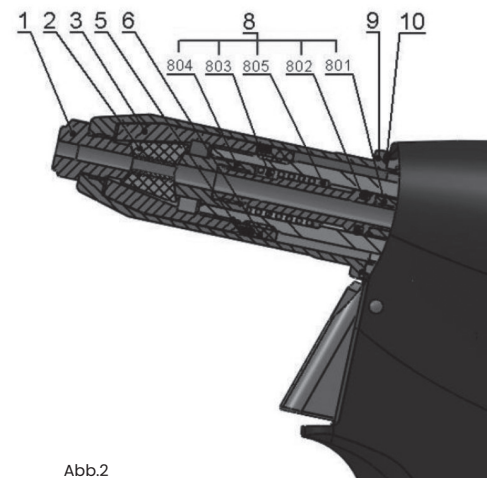
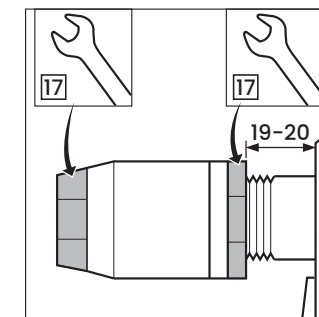

Abb.2
Abb.3
Trennen Sie das Setzgerät von der Druckluftquelle, schrauben Sie das vordere verstellbare Frontdüse /Abb.2 – Pos.9/ mit einem Schraubenschlüssel Nr. 23 ab, setzen Sie den Schlüssel Nr. 17 [15] auf die Spannhülse /Abb.2 – Pos.3/ und den Schlüssel Nr. 17 auf die HP - Mutter /Abb.2 – Pos.6/ und lösen Sie diese. Schrauben Sie die Spannhülse ab und tauschen Sie den Spannbacksatz Abb.2 – Pos.2/ und die komplette Saugleitung /Abb.2 – Pos.8/ aus. Alle verwendeten Gewinde sind Rechtsgewinde. Reinigen Sie die demontierten Teile gründlich und unterziehen Sie diese und insbesondere die folgenden Teile einer Sichtprüfung:
1. Spannbacksatz /Abb.2 – Pos.2/ – Abgenutzte oder beschädigte Teile müssen ausgetauscht werden. Reinigen Sie verschmutzte Teile mit einer Drahtbürste.
2. Mundstück /Abb.2 – Pos.1/ – Überprüfen Sie die Funktionsflächen des Reduzierstücks auf Verschleiß.
3. Komplette Saugleitung /Abb.2 - Pos.8/ - Abgenutzte oder beschädigte Teile müssen ausgetauscht werden /Abb.2 - Pos.801, Pos.802, Pos.803, Pos.804 und Pos.805/.
4. Verstellbare Frontdüse /Abb.2 - Pos.9/ - Überprüfen Sie die Innenfläche auf Beschädigungen [Ø 18].
5. Abstreifring /Abb.2 - Pos.5/ - Ersetzen des Rings durch einen neuen Abstreifring, sofern dieser beschädigt oder abgenutzt ist.
Montieren Sie die Teile in umgekehrter Reihenfolge [siehe Teile-Demontage]. Geben Sie einen Tropfen Schmieröl [wir empfehlen das HLP ISO VG 32] auf die Außenfläche der Spannbacken /Abb.2 - Pos.2/. Geben Sie eine dünne Schicht Plastik - Schmierstoff MOGUL LV 2-3 auf die Saugleitung und den O-Ring /Abb.2 - Pos.801 und Pos.802/. Die Grundeinstellung der Spannbacken erfolgt wie in Abb. 3 dargestellt.